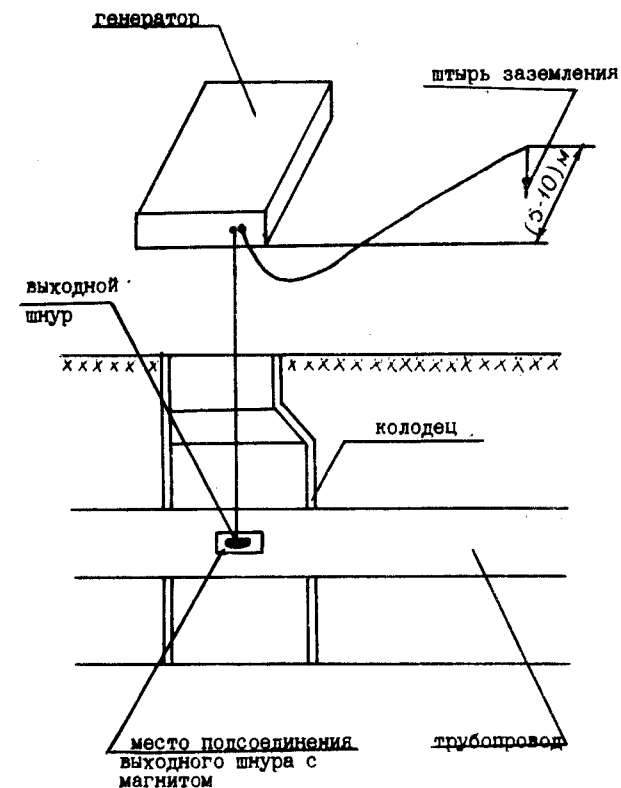

Рис. 2
8.2.2. Подключить генератор согласно схеме, приведенной на рис.2. Коммуникация в месте установки магнита выходного шнура генератора должна быть очищена от ржавчины и грязи до металлического блеска. Подсоединить выходной шнур к коммуникации. Штырь заземления забить в грунт на расстоянии 5-10 метров в направлении, перпендикулярном предполагаемому направлению коммуникации. Все операции по подключению генератора к коммуникации проводить с соблюдением мер безопасности, в соответствии с разделом 6 при выключенном генераторе.